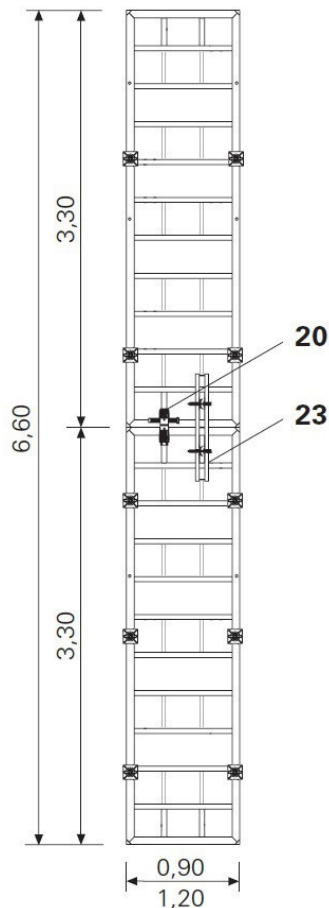

Рис. 87
При наращенных единицах высотой  $h > 5,40$  м стыки элементов выполняются с помощью выпрямляющего замка BFD (20) и выравнивающего ригеля TAR 85 (23) (Рис. 87, 88)